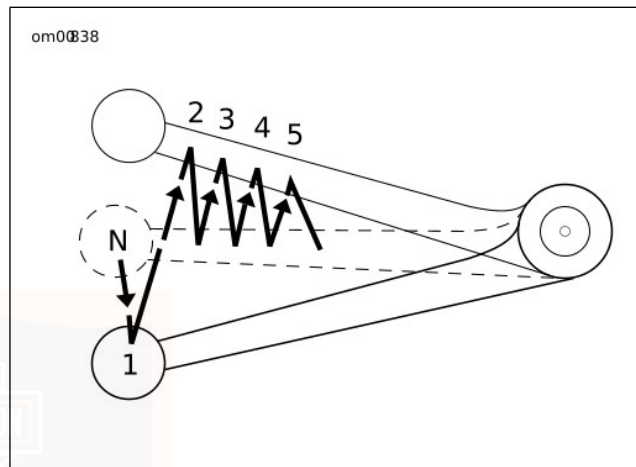

Figura 23. Sequenza di passaggio a una marcia superiore: Modelli Sportster
3. Vedere Figura 23. Sollevare il pedale del selettore delle marce fino al finecorsa e rilasciarlo.